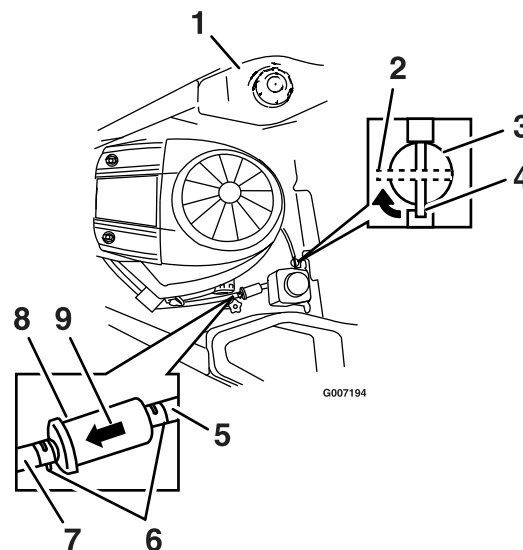

Figure 37
5. Pincez les extrémités des colliers et faites glisser ceux-ci pour les éloigner du filtre (Figure 37).
7. Montez un filtre neuf en veillant à pointer la flèche indiquant le sens d'écoulement vers le moteur. Rapprochez les colliers de flexibles du filtre (Figure 37) pour le fixer en place.